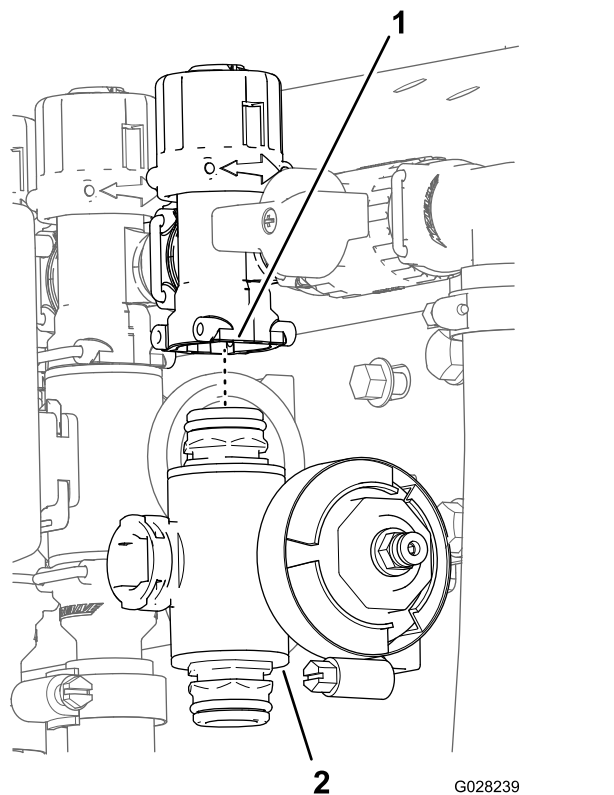

图 121
- 3. 对于左或右喷洒臂段阀卸下将喷洒臂段阀固定至阀安装座的凸缘头螺栓和凸缘锁紧螺母然后从机器中拆下阀歧管对于中央喷洒臂段阀从机器中拆下喷洒臂段阀歧管图 121。